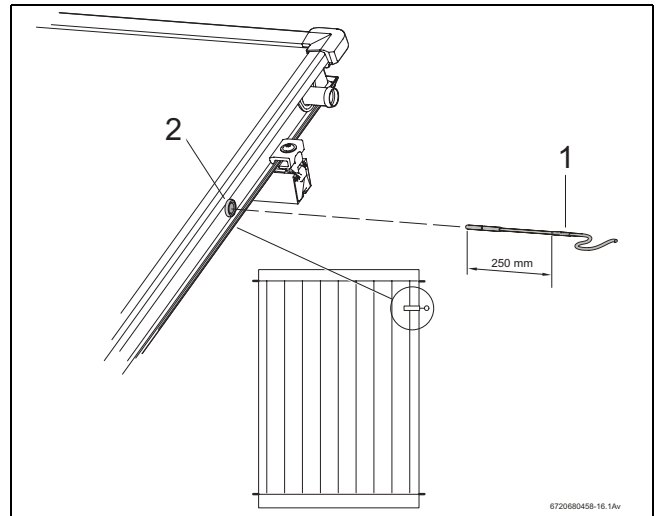

Рис. 42 Установка датчика в коллектор
Для исправной работы солнечной установки необходимо, чтобы датчик коллектора (рис. 42, [1]) был вставлен в гильзу до упора (примерно на 250 мм).
- ▶ Проткните датчиком или отверткой уплотнительный слой в гильзе (рис. 42, [2]).
Если вы проткнули гильзу (рис. 42, [2]) не в том коллекторе, в котором нужно, то её нужно плотно закрыть заглушкой из комплекта для подключения.